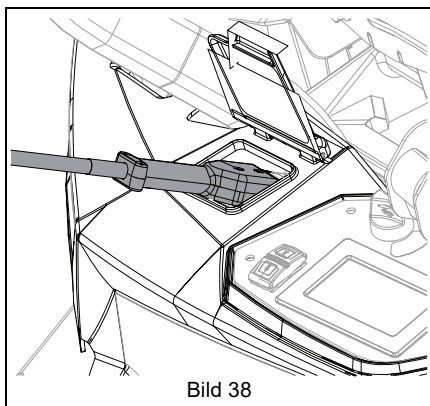

Bild 38
5. Anslut laddarkontakten till laddningsporten på maskinen. Se Bild 38.